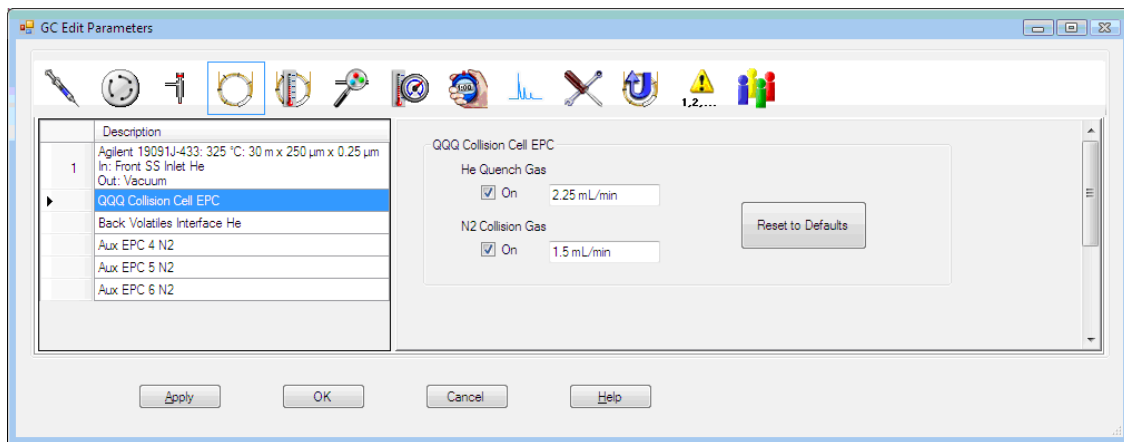

Рис. 12 Установка скорости потока газа ячейки столкновений
- 2 Щелкните по иконке **CFT** для вывода окна **CFT**. См. **Рис. 12**.